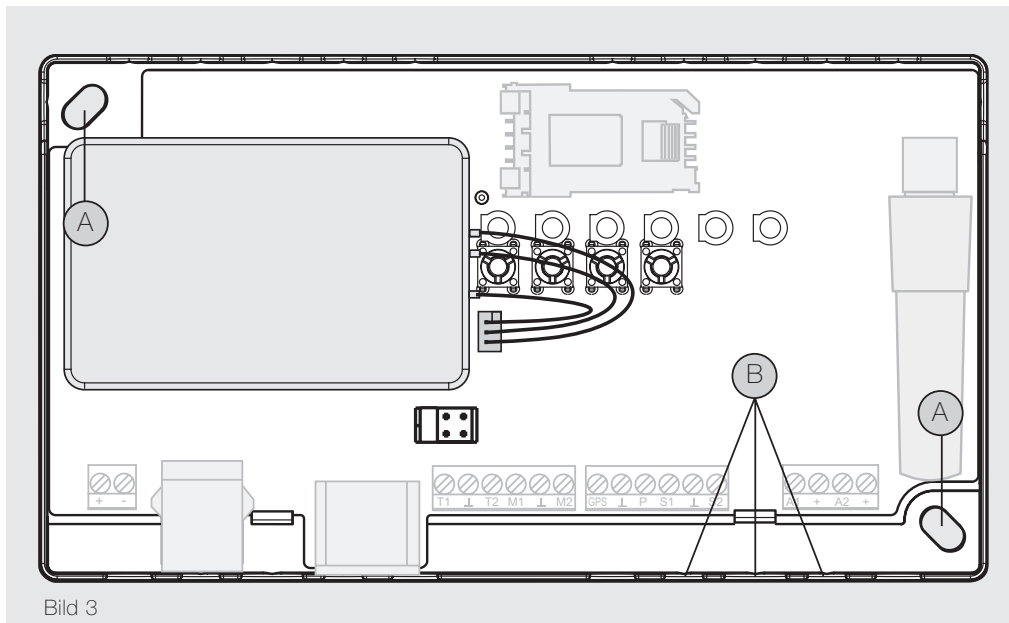

Bild 3
- 1 Die Grundplatte befestigen Sie links oben und rechts unten mit Dübeln und Schrauben so an der Wand, dass sich die Schraubkontakte unten befinden. Durch die Langlöcher können Sie exakt justieren (s. Bild 3, A).
- 2 Die erforderlichen Installationskabel für die zu schaltenden Geräte **A1** und **A2**, die Meldeeingänge **M1** und **M2** sowie die Temperatursensoren **T1** und **T2** führen Sie über die anderen Einführbereiche (s. Bild 3, B) auf die Baugruppe.